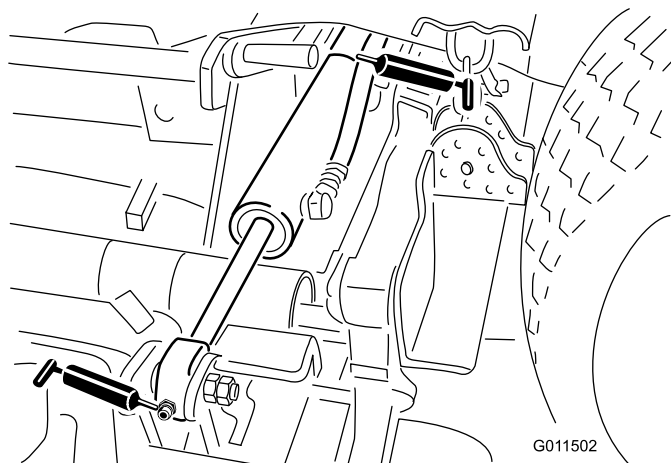

Figure 48
Vérin de relevage latéral (4) (Figure 48).